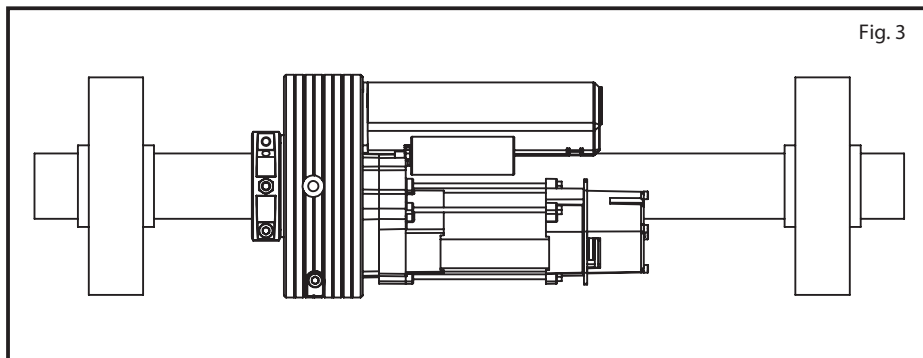

Fig. 3
- H) Verificare che il motore risulti posizionato sul lato destro vista interna serranda e avvitare la vite TE M10 (vite testa esagonale senza dado, posizionata nella parte anteriore del collare di chiusura chassis) facendola penetrare nel foro M10 praticato precedentemente sul tubo della serranda (FIG. 3).